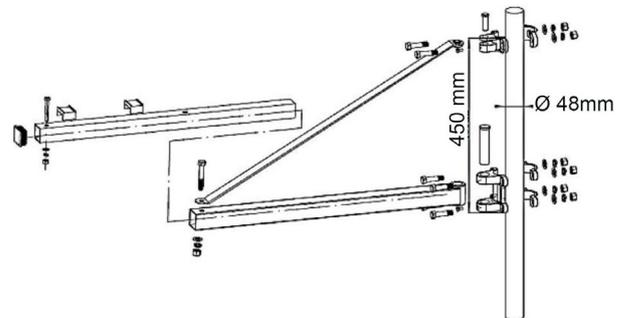

Abb. 7: Schwenkarm montieren
Schritt 2: Anschließend stecken Sie den Schwenkarm in das untere Element und verschrauben dieses mit der oberen Querstrebe entsprechend der Zeichnung in Abb. 7.